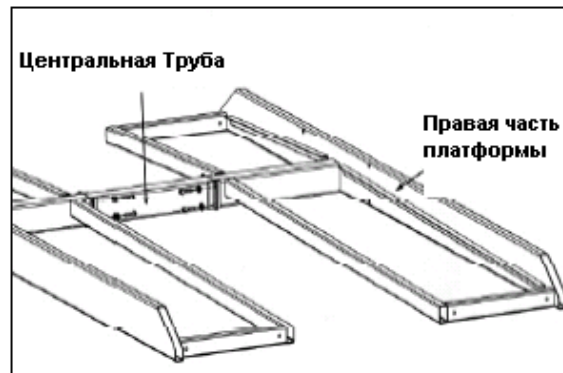

Рис. 4.1
1. В месте установки подъемника, собрать левую и правую части платформы вместе с Центральной Трубой, используя болты и гайки М12 ( идут в комплекте ) как показано на Рис. 4.1 При сборке Платформы желательно подложить под нее блок высотой 120мм, чтобы потом было легче производить сборку всего подъемника.